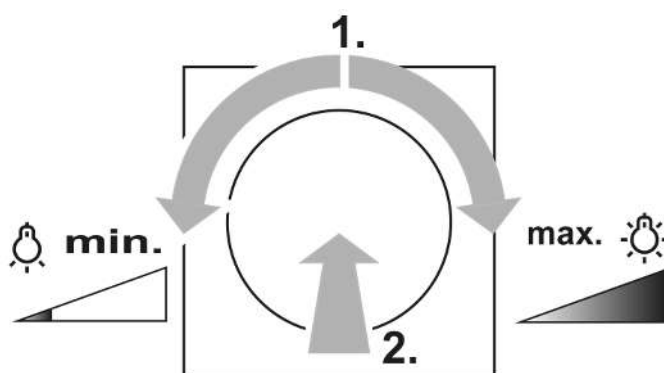

Bild 2: Tända med lägsta eller högsta ljusstyrka
- Vrid knappen ett fjärdedels varv och tryck sedan kort på den: ljuset tänds med minimal eller maximal ljusstyrka (se bild 2).